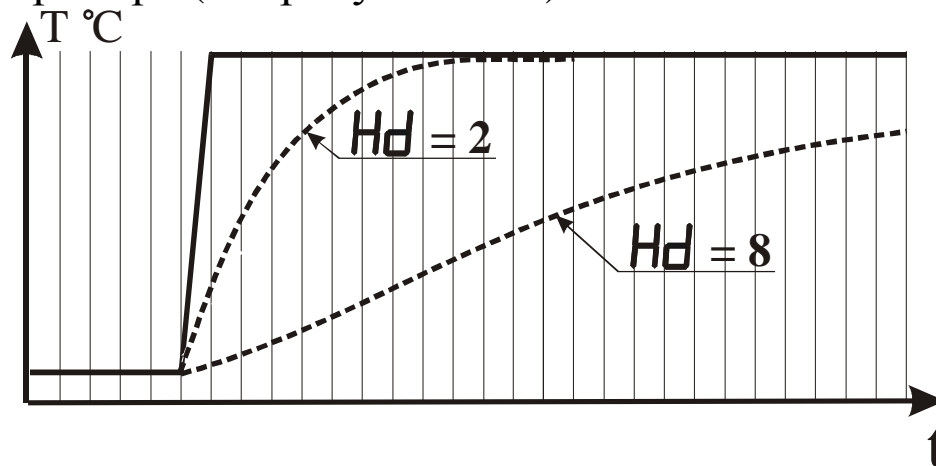

Рисунок 3.11 - Влияние параметра “Время усреднения” на показания прибора при различных значениях параметра  $Hd$
3.3.3.8 Параметр “Время усреднения” указывают в количестве периодов опроса входного датчика ( $N_{\text{опр.}}$ ). Этот параметр позволяет добиться более плавного изменения показаний прибора. Для этого производится вычисление среднего арифметического из последних ( $N_{\text{опр.}}$ ) измерений. При значении параметра равном 0 интегратор выключен. Уменьшение значения времени усреднения приводит к более быстрой реакции прибора на скачкообразные изменения измеряемого параметра, но снижает помехозащищенность прибора (см. рисунок 3.11).